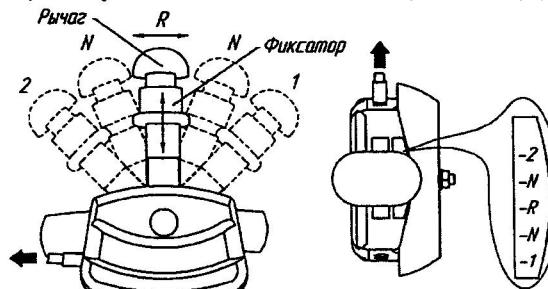

Рис.6 Рычаг переключения передач мотоблоков МБ1/МБ1-ФС
Для модификаций МБ1/МБ1-ФС переключение передач производится перемещением рычага на руле (рис.6): две передачи вперед (1 и 2), одна – задний ход (R), промежуточные положения – нейтральные (N).
Для переключения передач отпустите рукоятку сцепления, выжмите фиксатор, потянув его вверх и не отпуская его, переведите рычаг переключения передач в необходимое положение, соответствующее выбранной передаче, а затем отпустите фиксатор и убедитесь, что рычаг зафиксировался в данном положении (рис.6, 7). Механизм переключателя передач имеет оригинальную конструкцию, которая включит выбранную передачу под воздействием пружинного "доводчика" после включения сцепления. При необходимости механизма переключения передач можно отрегулировать по методике описанной в разделе 19.